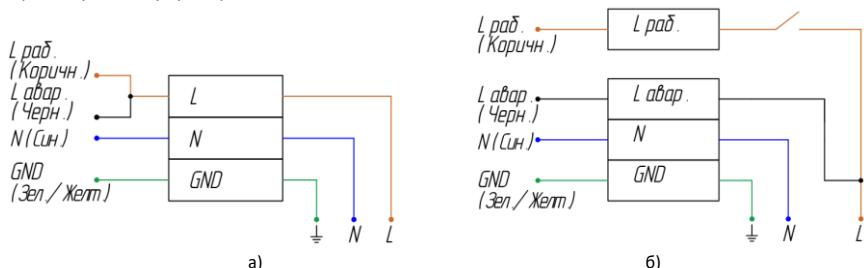

Рисунок 3 — Схема подключения аварийного светильника:
- 5.7.3. Если предполагается включать и выключать светильник в рабочем режиме, присоедините фазный рабочий провод (Lраб.) к клемме Lраб. через выключатель (см. рисунок 3, б). В данном случае возможно включение/отключение рабочего освещения через выключатель. В случае возникновения аварийного отключения электроэнергии светильник автоматически переходит в аварийный режим при любом положении выключателя.